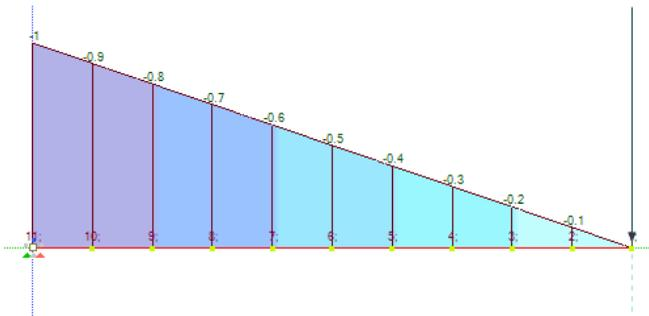

Рис. 40. Эпюра изгибающих моментов  $M_y$
20. Выведите на экран и представьте в отчете эпюру изгибающих моментов  $M_y$ , указав значения ординат (рис. 40).